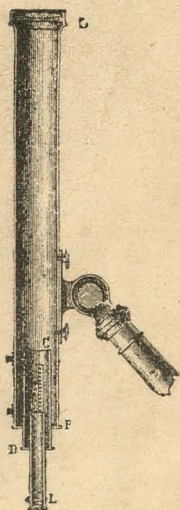

Fig. 146.—Anteojo astronómico: L, ocular; L', objetivo; B L, portaobjetivo; F F, portaocular.
**7. Anteojo astronómico.** — El *anteojo astronómico* (fig. 146) comprende, como el microscopio, un *objetivo* y un *ocular*, con la diferencia de que el objetivo es de foco largo y el ocular de foco poco distante; ese anteojo da una imagen invertida, lo que no trae consecuencias para la observación de los astros.